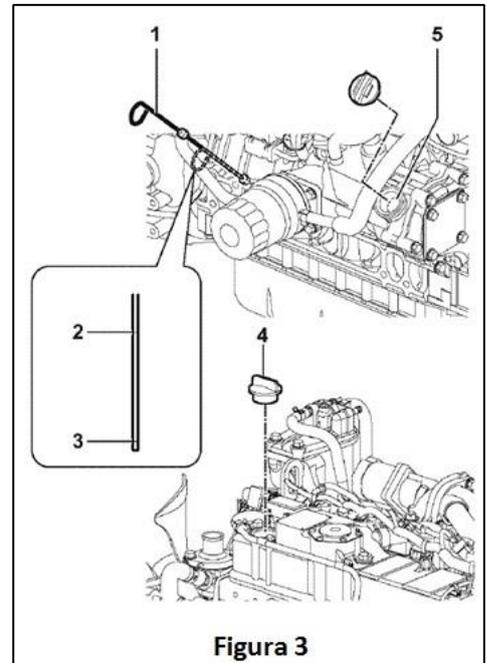

Figura 3
6. Añada aceite por el tapón de repostaje (5) (figura 3) si es necesario, hasta llegar al nivel entre mínimo y máximo medido en la varilla de nivel (1) (figura 3)
7. Vuelva a cerrar el tapón de repostaje (5) (figura 3) y limpie posibles pérdidas